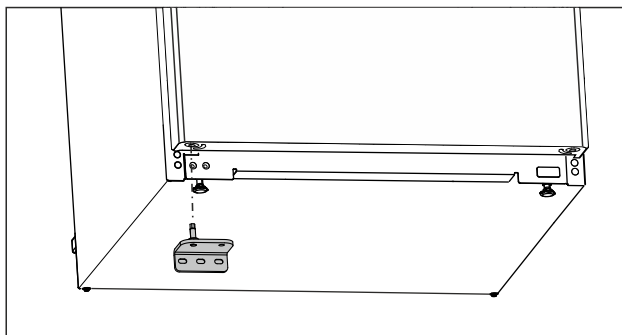

Fig. 24
- ▶ Włożyć dolną płytkę zawiasu po przeciwnej stronie. (patrz Fig. 24)